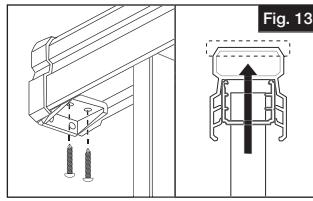

Fig. 13
- Usando los orificios en el soporte a modo de guía, taladrar dos (2) agujeros de 1/8" por la parte inferior del travesaño hacia arriba a través del travesaño superior. Instalar dos (2) tornillos de 1 5/8" por el orificio, de abajo hacia arriba, para fijar el soporte, el tramo y el travesaño superior, teniendo cuidado de no perforar a través de la parte superior del travesaño superior (Fig. 13).